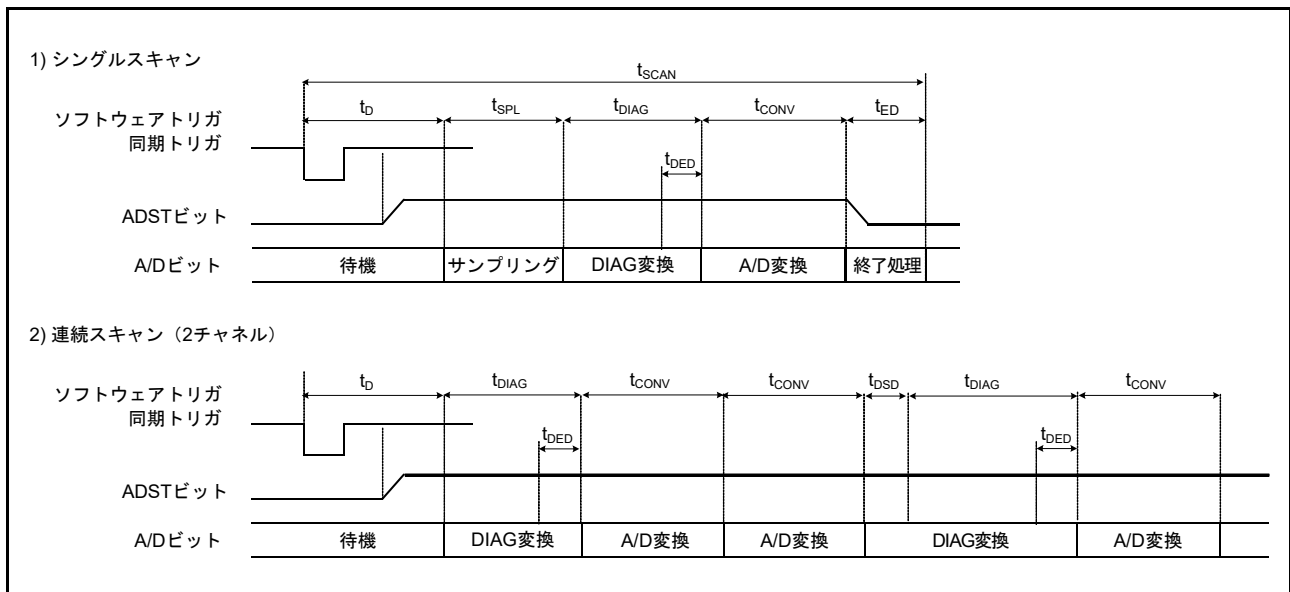
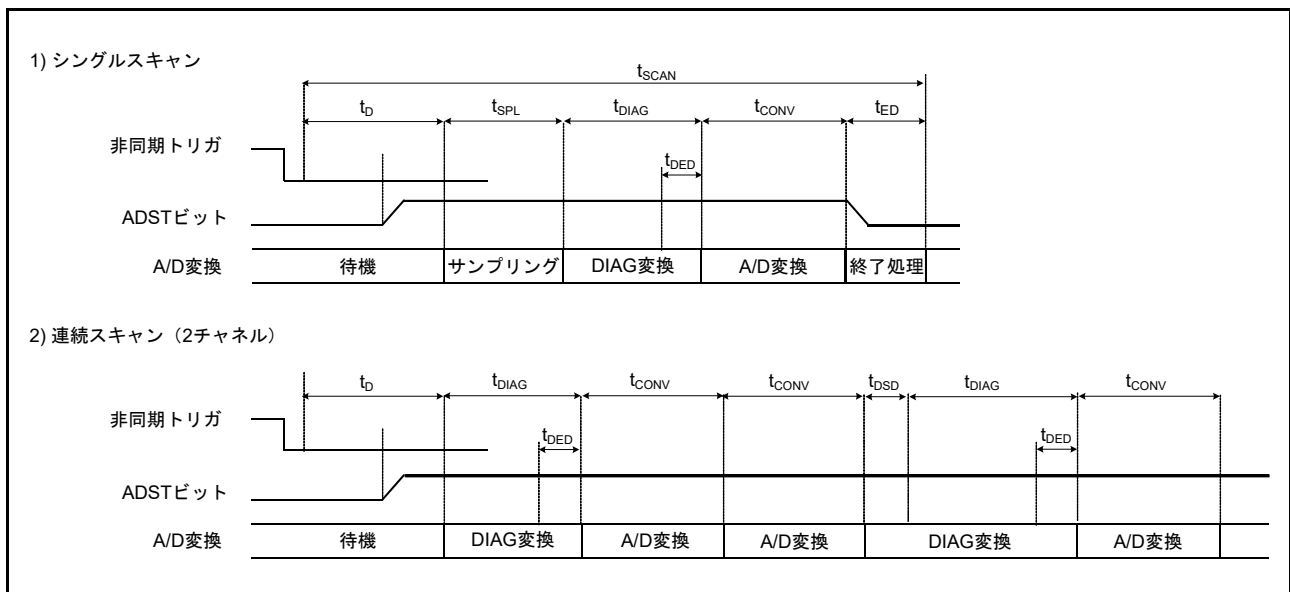

図 33.24 スキャン変換のタイミング (ソフトウェア起動、同期トリガ入力 (ELC) 起動の場合)
図 33.25 スキャン変換のタイミング (非同期トリガ入力 (ADTRG0) 起動の場合)
図 33.24 に、ソフトウェアトリガまたは同期トリガ (ELC) 起動によりスキャン変換を行う場合のタイミングを示します。また、図 33.25 に、非同期トリガ (ADTRG0) 起動によるスキャン変換を行う場合のタイミングを示します。スキャン変換時間 (t_{SCAN}) はスキャン変換開始遅延時間 (t_D)、断線検出アシスト処理時間 (t_{DIS}) (注 1)、自己診断変換時間 (t_{DIAG} および t_{DSD}) (注 2)、A/D 変換処理時間 (t_{CONV})、スキャン変換終了遅延時間 (t_{ED}) を含めた時間となります。
- 注 1. t_D、t_{SPL}、t_{DIAG}、t_{CONV}、t_{ED}の各タイミング例については、図 33.24、図 33.25 を参照してください。